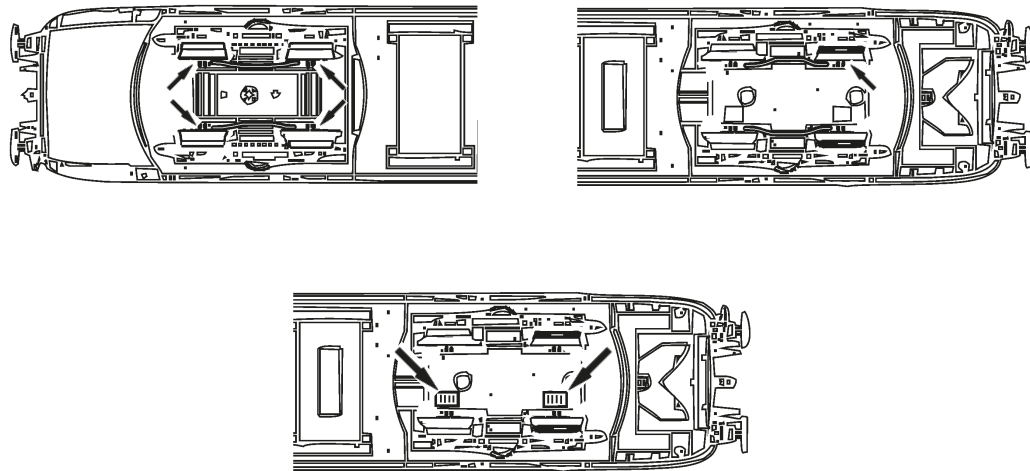

Fig. 7
3. Haftreifenwechsel: Zuerst die Drehgestellende abnehmen (Fig. 7). Danach den **Radsatz** herausnehmen und die **Haftreifen** mit einer Nadel od. mit einem feinen Schraubendreher abziehen (Fig. 7). Beim Aufziehen der neuen Haftreifen darauf achten, dass diese sich nicht verdrehen.
3. Change of traction tyre: Remove the bogie blind (fig. 7). Take out **wheel set** and remove **traction tyre** using a pin or a fine screwdriver (fig. 7). When pressing on the new traction tyre please **avoid twisting it**.
Dé- montez d'abord **les flancs de bogies** des en-grenages (fig. 7). Délogez ensuite les essieux bandagés et enlevez, à l'aide d'une aiguille ou d'un tourne-vis fin, les bandages d'adhérence (fig. 7). Lors du montage des nouveaux bandages veuillez veiller à ce que les bandages **ne soient pas tor-dués**.